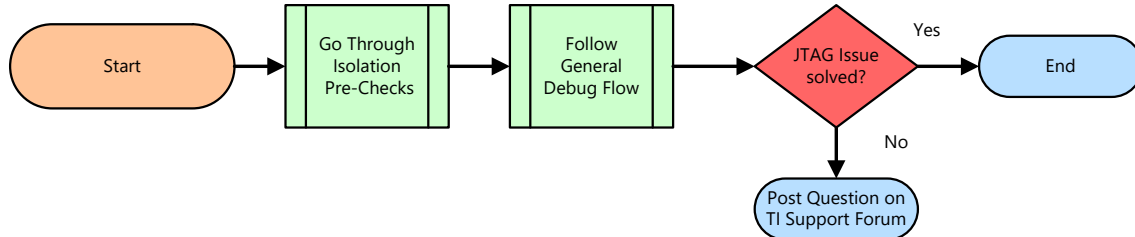
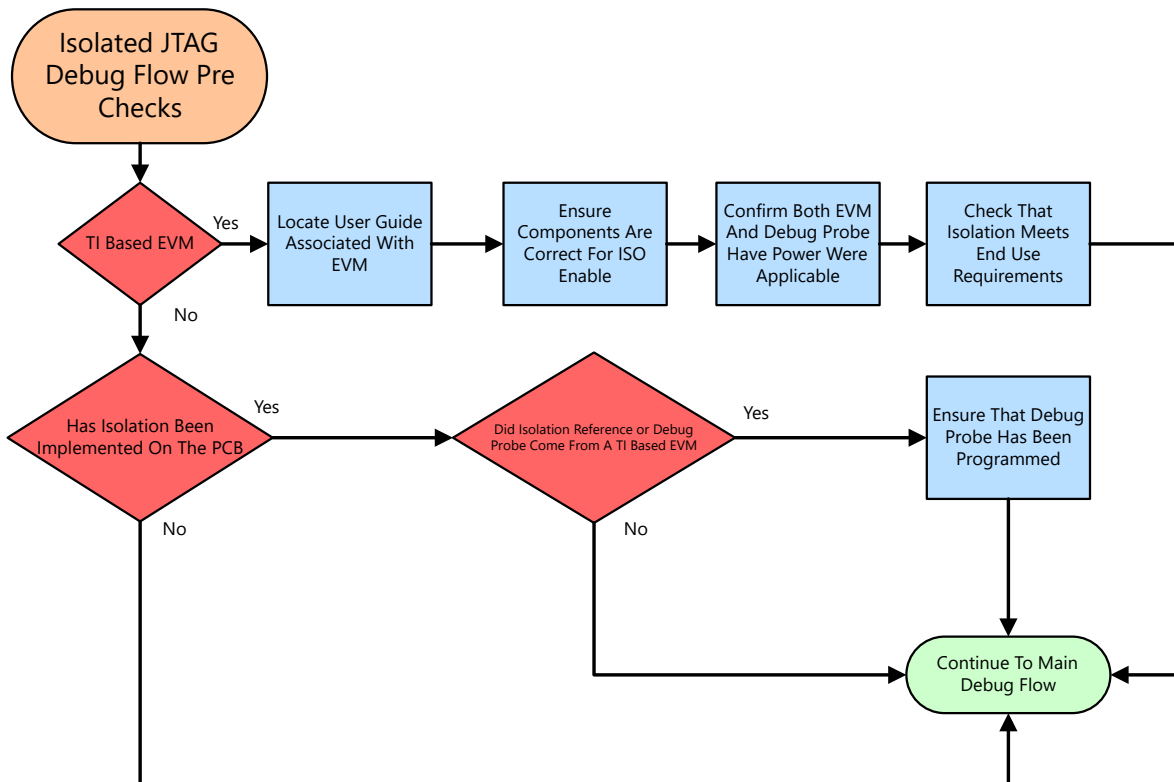
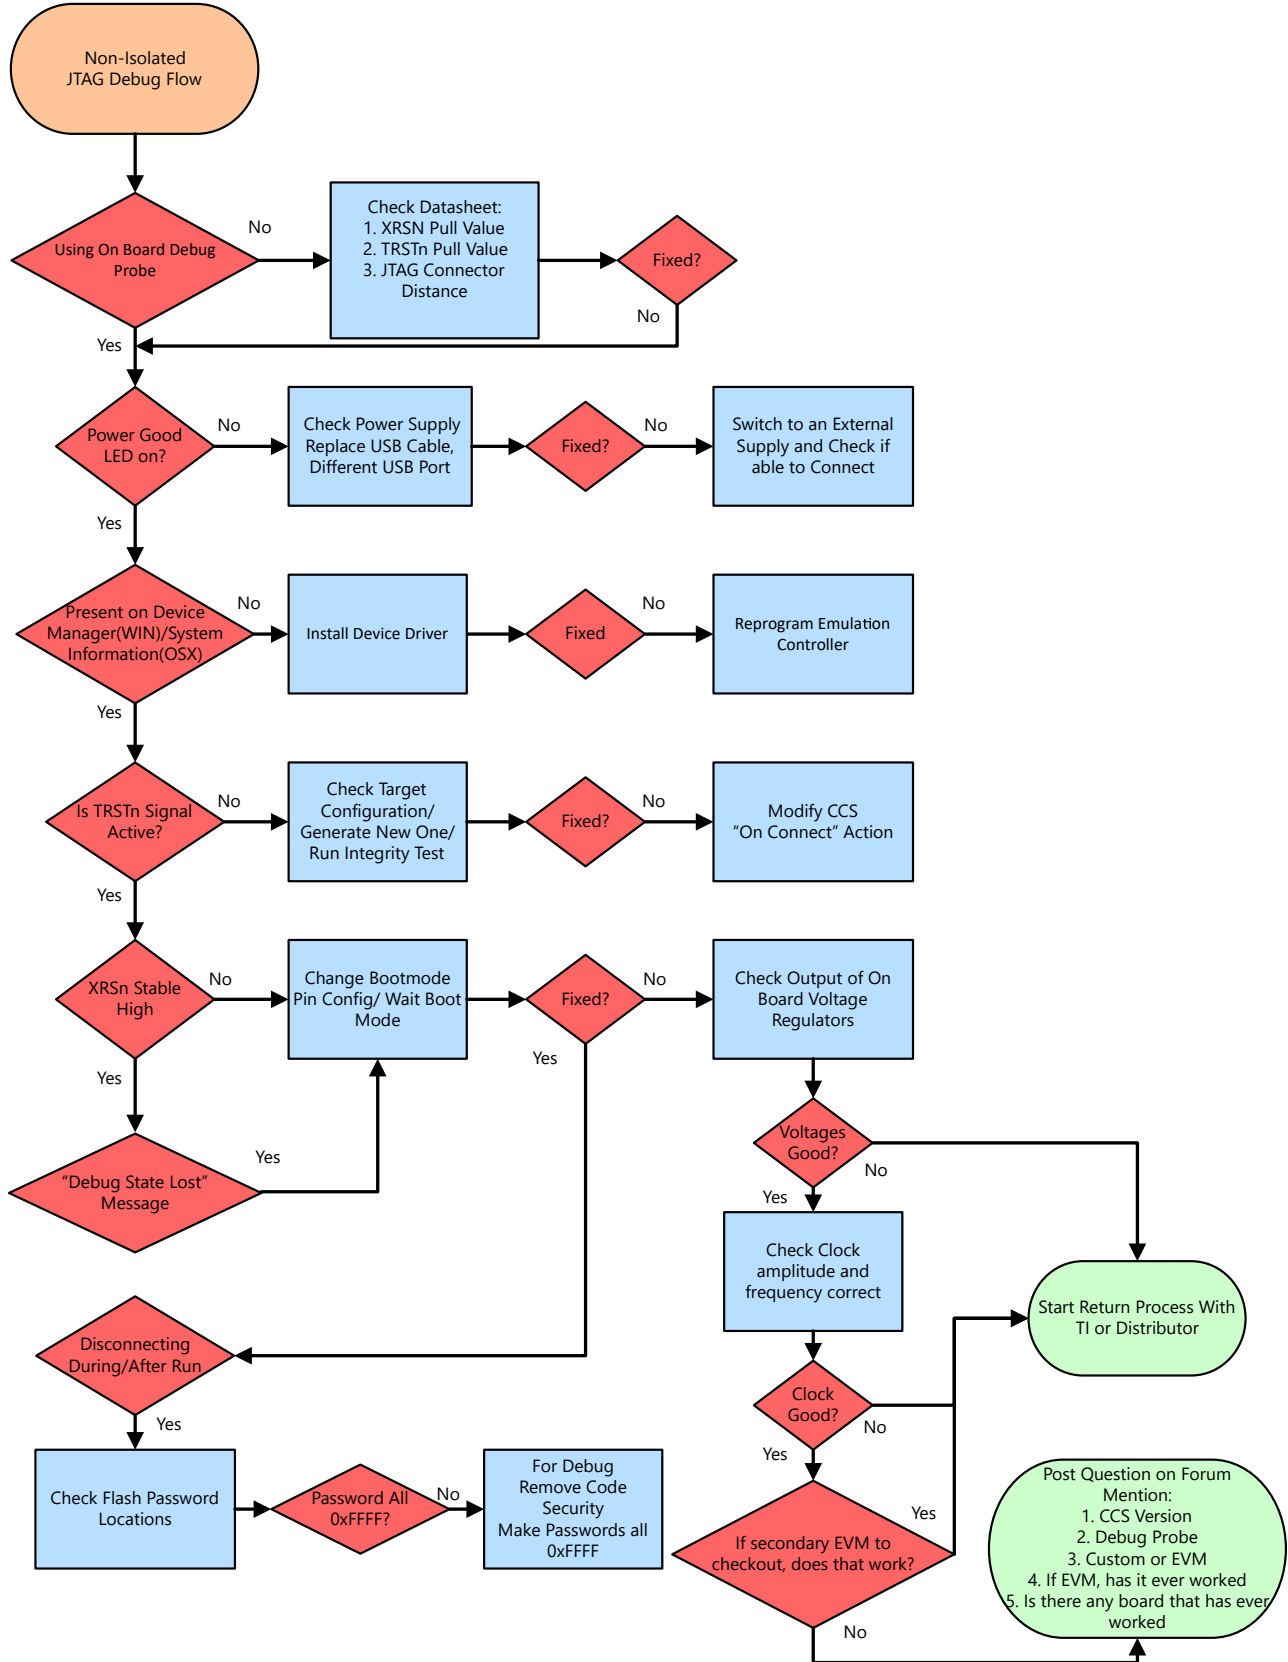

图 4-1. 整体调试流程
图 4-2. JTAG 隔离预检查
图 4-3. JTAG 调试流程
1. 查看图 4-1 中的步骤，并首先浏览高压隔离流程。即使隔离不是主要问题，这也很重要，因为它可能会影响 PCB 的仿真方面。
许多 C2000 应用本质上都是大功率应用。因此，在调试时，需要将目标板的电源平面与主机隔离。许多 TI 制造的电路板都具有隔离仿真，或具有板载选项来实现它。图 4-2 中所示的流程图用于帮助确定是否存在隔离式 JTAG，如果存在，则对这些系统中的常见问题进行故障排除。另外还有独立的调试探针也提供隔离；此流程与它们无关。
从整体调试流程 (图 4-1) 开始, 确定是否需要高压隔离检查流程 (图 4-2)。完成后, 逐步完成主 JTAG 调试流程 (图 4-3)。